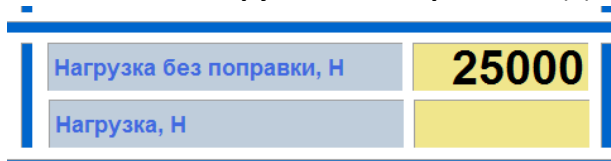

Рисунок 18 - Проверка тензодатчика в точке 25000Н
- 5.10.10 Поднимая стол вверх при помощи поворотной ручки, выставить нагрузку 25000Н (контролировать по показаниям **«Нагрузка без поправки, Н»**) (см. рисунок 18).